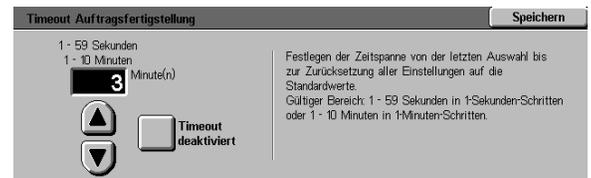

Abb. 54: Timeout (Beispiel)
- Mit Hilfe der **Pfeiltasten** (s. Abb. 54) die gewünschte Zeitspanne für Zurücksetzen auf Standardwerte, Umschalten in Energiesparbetrieb, Automatische Abschaltung oder Verlassen der Systemverwaltung verlängern oder verkürzen. Dabei die angegebenen Mindest- und Maximalwerte beachten.